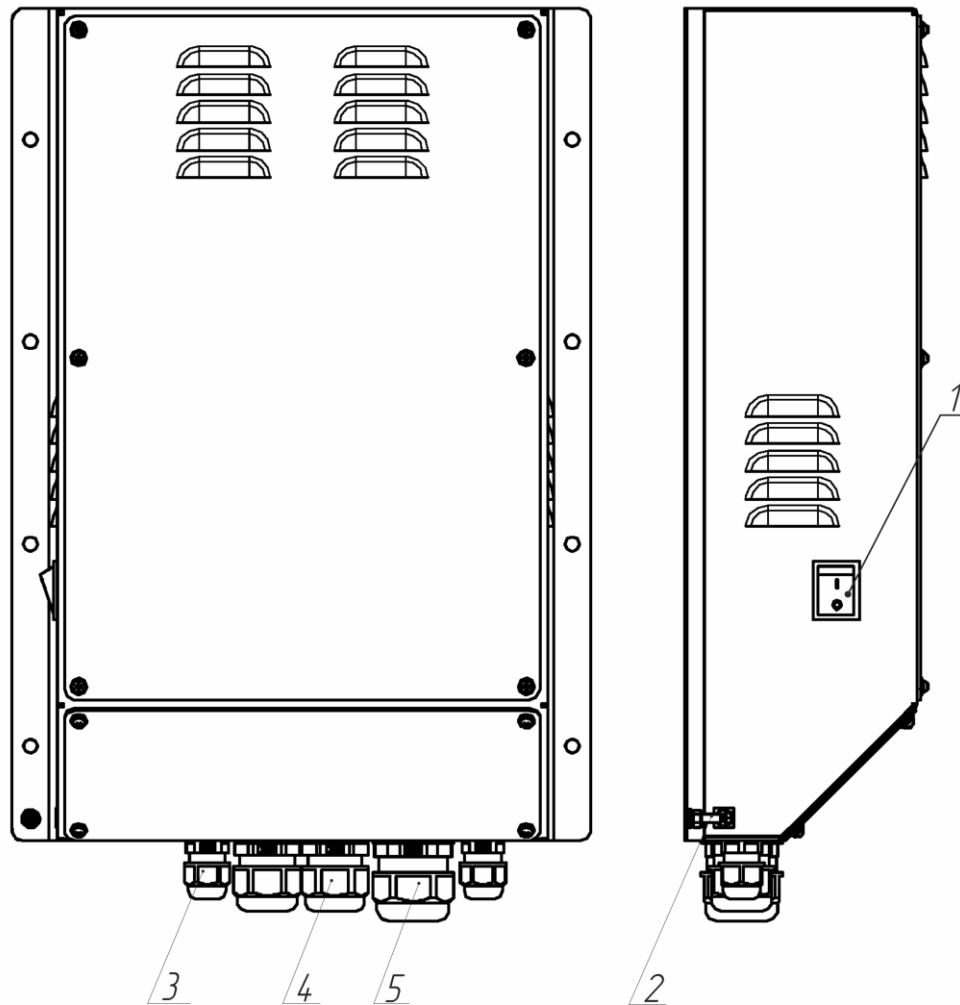

Рисунок 1 – Внешний вид изделия
1.3.1 Изделие изготовлено в металлическом корпусе, который имеет крепление для монтажа на вертикальную переборку. На боковой стенке корпуса расположен клавишный переключатель включения (выключения) с индикацией наличия основного питания зеленого цвета при включенном положении переключателя, см. рисунок 1.